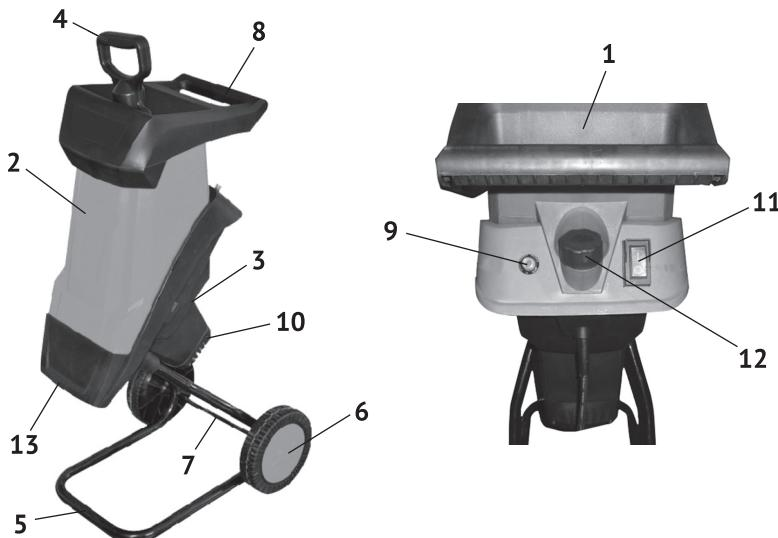

рис.1
1.2 Коллекторный электродвигатель установлен в пластиковом корпусе (рис.1 поз.3). С ведущего шкива вала двигателя ремённой передачей вращение передаётся на шкив ведомый, соосный с двигателем. На выходном шкиве закреплены: с одной стороны, дисбалансер, с другой стороны - поворотный диск с двумя ножами, закреплённый прижимным фланцем и винтом. Основной рабочий инструмент измельчителя – ножи, измельчают подаваемый в загрузочную воронку материал. Крыльчатка двигателя создаёт поток воздуха, который перемещает измельчённые отходы в выходное отверстие.
4.1 Общий вид представлен на рис.1
Электродвигатель, ремённая передача, поворотный диск с ножами закреплены в пластиковом корпусе (рис.1 поз.3), состоящем из двух частей. На внутреннем корпусе крепится загрузочная воронка (рис.1 поз.2), которая при открученном винте крепления (рис.1 поз.12), откидывается назад и обеспечивает доступ к поворотному диску с ножами. Основание (рис.1 поз.5) с колёсами (рис.1 поз.6) является опорой измельчителя при работе. Используя ручку (рис.1 поз.8) загрузочной воронки и колёса, инструмент легко перемещается к месту работы. Для очистки, равномерного распределения подаваемого материала в комплект поставки входит толкател (рис.1 поз.4) удобной формы. Включение/отключение измельчителя осуществляется выключателем (рис.1 поз.11). Выключатель имеет два фиксированных положения; «1» - включено и «0» - выключено. Инструмент комплектуется автоматическим выключателем (рис.1 поз.9), срабатывающим при перегрузке двигателя.
- перевести выключатель (рис.1 поз.11) в положение «I» - включено и дождитесь пока поворотный диск с ножами не наберёт максимальные обороты;
Двигатель измельчителя защищён от перегрузки автоматическим выключателем (рис.1 поз.9). При срабатывании автоматического выключателя:
- подключите измельчитель к сети и произведите повторный пуск выключателем (рис.1 поз.11).
- открутив 4-е винта снять крышку двигателя (рис.1 поз.10);